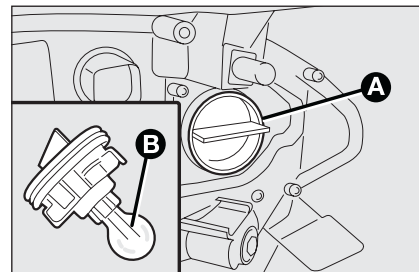

fig. 26
- extraire l'ampoule **B-fig. 26** et la remplacer;